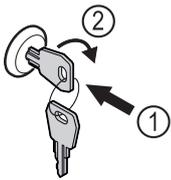

Fig. 172
- Insérer la clé Fig. 172 (1).
- Tourner la clé à 90° dans le sens horaire Fig. 172 (2).